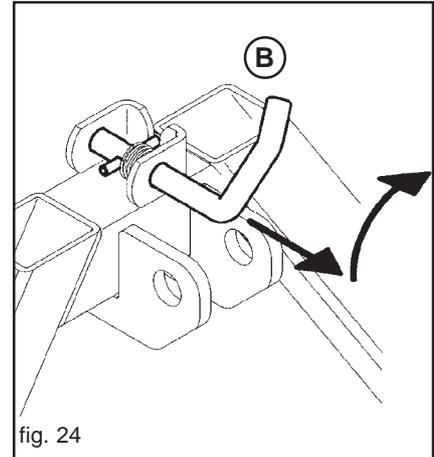

fig. 24
- 3) Bei gehobener Maschine die Standfüsse einsetzen und den Zapfen (B Abb. 24) für das Abkuppeln vorbereiten.